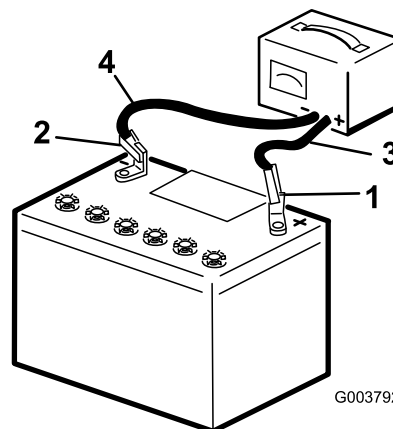

Figura 44
2. Caricate la batteria a 3–4 ampere per 4–8 ore (Figura 44). Non sovraccaricate.
3. Quando la batteria è completamente carica, staccate il caricabatterie dalla presa elettrica e scollegate i cavi di ricarica dai poli della batteria (Figura 44).
1. Utilizzate i fermi rimossi in precedenza per montare il cavo positivo (rosso) sul morsetto positivo (+) della batteria (Figura 44).
3. Utilizzate i fermi rimossi in precedenza per montare il cavo negativo (nero) sul morsetto negativo (-) della batteria (Figura 44).
4. Assicurate la batteria con la barra e i dadi ad alette (Figura 44).